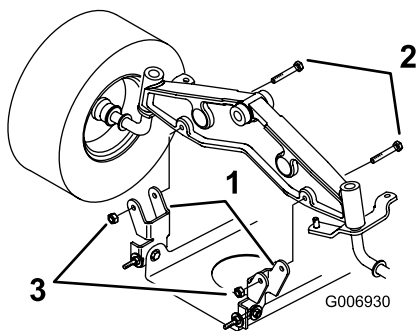

Bild 42
7. Montieren Sie die Mähwerk-Schwenkhalterungen mit Schrauben und Sicherungsmuttern an der Vorderachse (Bild 42).